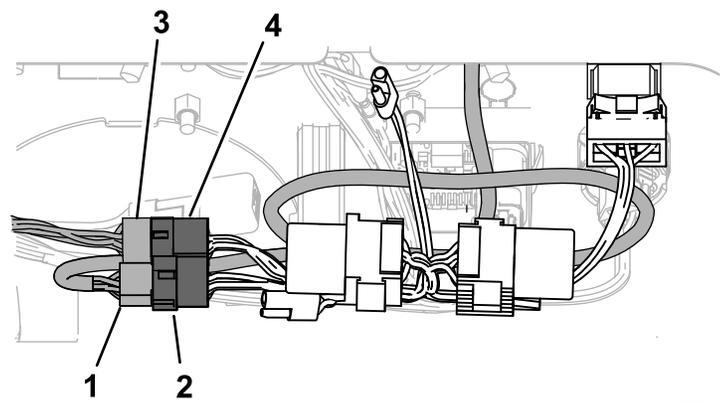

Figura 5
6. Desconecte el arnés de cables del kit de bajo caudal del arnés del controlador y enchúfelo en el conector del distribuidor (P01) del arnés de cables del kit (Figura 5).
7. Enchufe el conector del arnés del controlador en el conector de la caja del interruptor (P02), como se muestra en Figura 5.